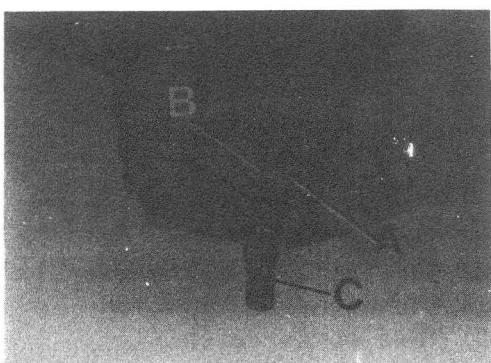

Fig. C1-96 Desmontaje casquillo
- 1.7. Desmontar el casquillo, A (Fig. C1-96) espaciador, haciendo palanca a través de los orificios, B, del mismo.
- 2.1. Verificar la superficie exterior del casquillo, A (Fig. C1-96) espaciador, desechándolo si presenta desgastes producidos por el retén.
- 3.1. Montar el casquillo, A (Fig. C1-96) espaciador sobre el eje principal, C, posicionándolo con los orificios, B, de extracción del mismo hacia afuera.